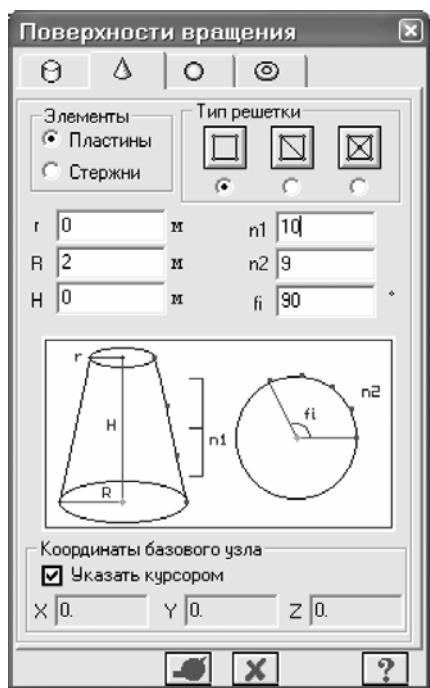

Рис.6.3. Диалоговое окно **Поверхности вращения**
- В диалоговом окне **Поверхности вращения** (рис.6.3) щелкните по второй закладке генерации конуса и задайте следующие параметры: